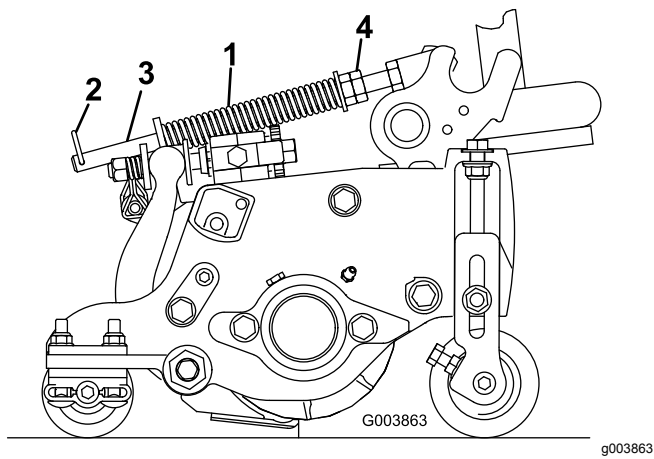

図 15
ターフ補正スプリング 図 15は、前ローラから後ローラへと、Cuttingユニットの体重移動を行います。これにより、マーセリングやポビングと呼ばれる「波打ったような」仕上がりを防いでいます。
1. スプリングロッドの後穴にヘアピンコッターを忘れずに取り付けてください 図 15。
2. スプリングロッド前部の六角ナットを締めて、スプリング圧縮状態の長さが15.9 cm になるようにする 図 15。